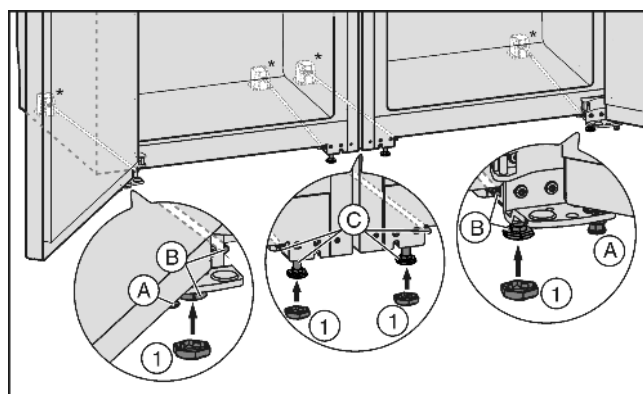

Fig. 4
- ▶ Příp. úplně zašroubujte seřizovací nožky Fig. 4 (A) vpředu na obou přístrojích tak, aby se nedotýkaly podlahy.
- ▶ Nasuňte čapky Fig. 4 (1) na čtyři přední seřizovací nožky.
- ▶ Zašroubujte prostřední seřizovací nožky Fig. 4 (C) tak, aby se nedotýkaly podlahy.
- ▶ Vyrovnajte kombinaci vnějšími seřizovacími nožkami Fig. 4 (B).
- ▶ Prostřední seřizovací nožky Fig. 4 (C) zase vyšroubujte, až se dotýkají podlahy.
- ▶ Pak dvířka podepřete: Seřizovací nožky Fig. 4 (A) na stojanu ložiska vyšroubujte, až dosedají k podlaze, pak šroubujte dále o 90°.